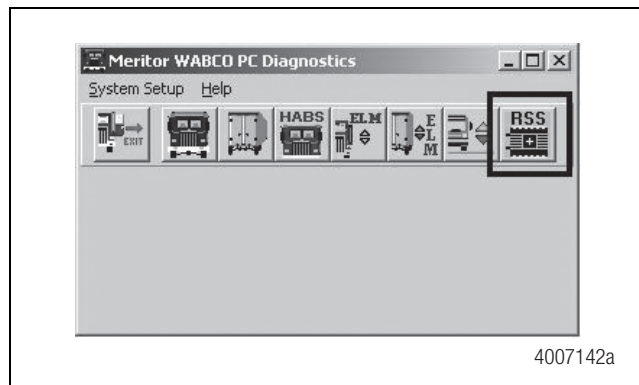

Figura 62
1. En la pantalla principal del Software TOOLBOX™, haga clic en el icono de RSSplus™. Figura 62.